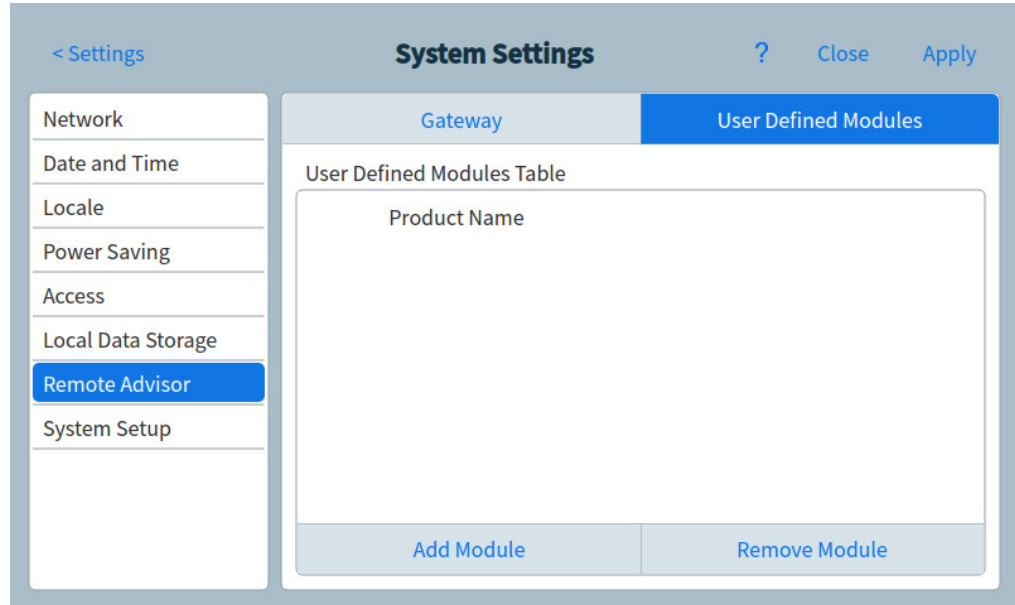

Figure 46 Page Conseiller à distance - onglet Modules définis par l'utilisateur
- a Appuyez sur l'onglet **Modules définis par l'utilisateur**. La page **Modules définis par l'utilisateur** apparaît. Voir Figure 46.